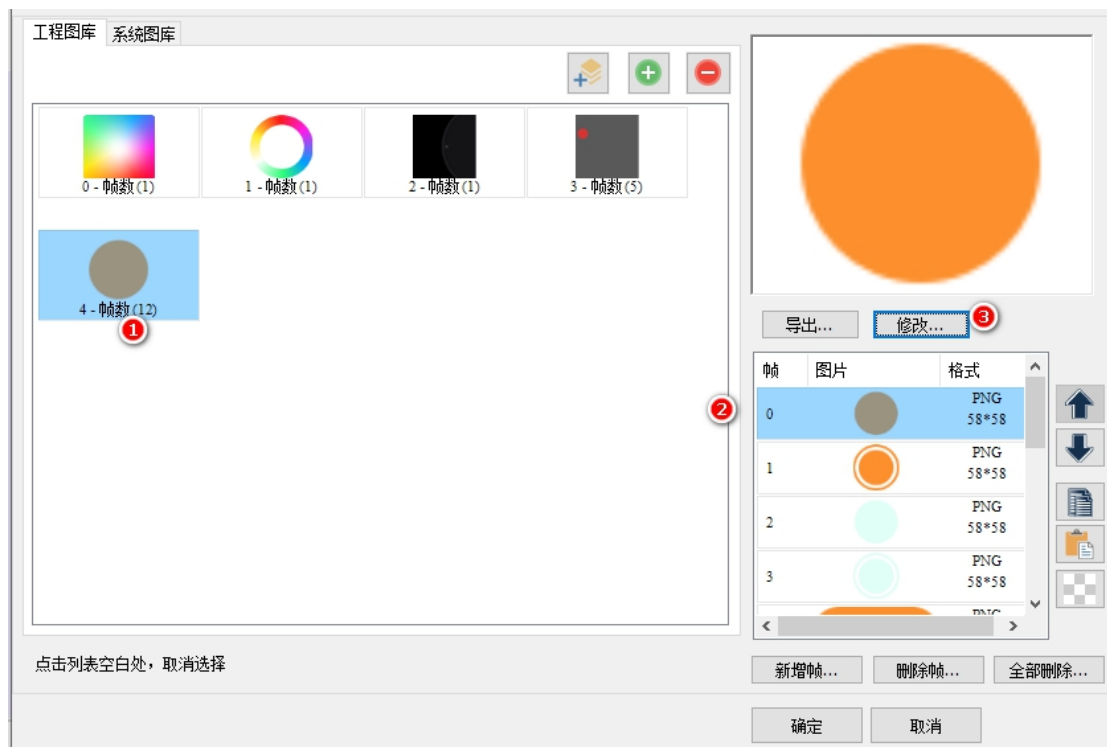

图 10-7 修改图库
同时还支持对已有的图标继续替换图片，如下图 10-7 所示。
2. 替换 UI：如下图 10-7 所指示；